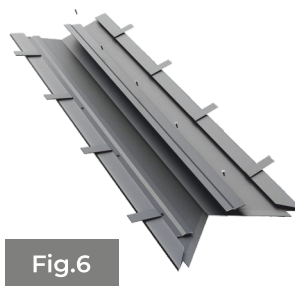

Fig.6
4. Pentru fixarea panourilor RETRO PANEL la nivelul doliei, se utilizează accesoriul numit element de suprapunere mic - fig. 6 și 7. În zona de contact a elementului de suprapunere mic cu dolia se utilizează banda butilică pentru etanșare. Elementul de suprapunere mic se fixează de șipca orizontală cu șuruburi autoforante cu cap plat - fig. 6, 7.